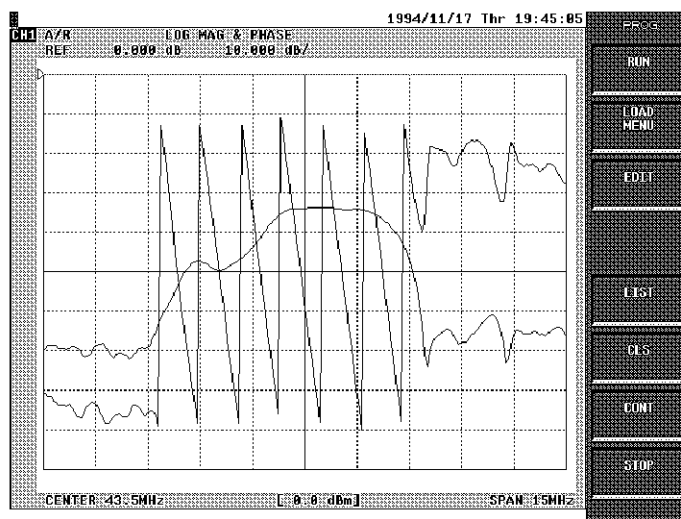

図 2-1 プログラム (ダイレクト)・モードの画面
1. プログラム・モードにするには、正面パネル・キーの **[RUN]** を押します。プログラム・メニューが表示され、画面上にカーソルが現れます。(図 2-1 参照)